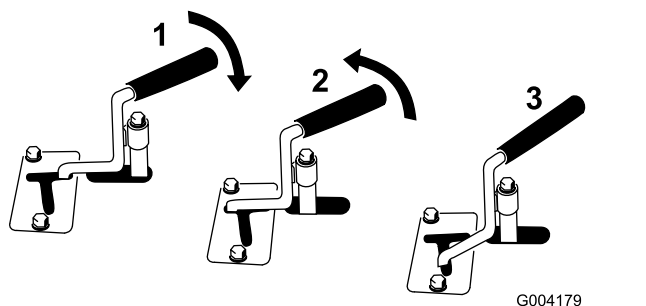

Figura 12
- Per azionare un accessorio idraulico in direzione di marcia avanti, ruotate la leva dell'alimentazione idraulica ausiliaria all'indietro e tiratela verso il basso sulla barra di riferimento (Figura 12, numero 1).
- Per azionare un attrezzo idraulico in direzione di retromarcia, girate la leva dell'alimentazione idraulica ausiliaria all'indietro, poi portatela a sinistra nella scanalatura superiore (Figura 12, numero 2).
**Nota:** Se rilasciate la leva quando è in posizione AVANTI, questa torna automaticamente alla posizione FOLLE (Figura 12, numero 3). Se si trova nella posizione di MARCIA INDIETRO, rimane in questa posizione finché non viene estratta dalla scanalatura.